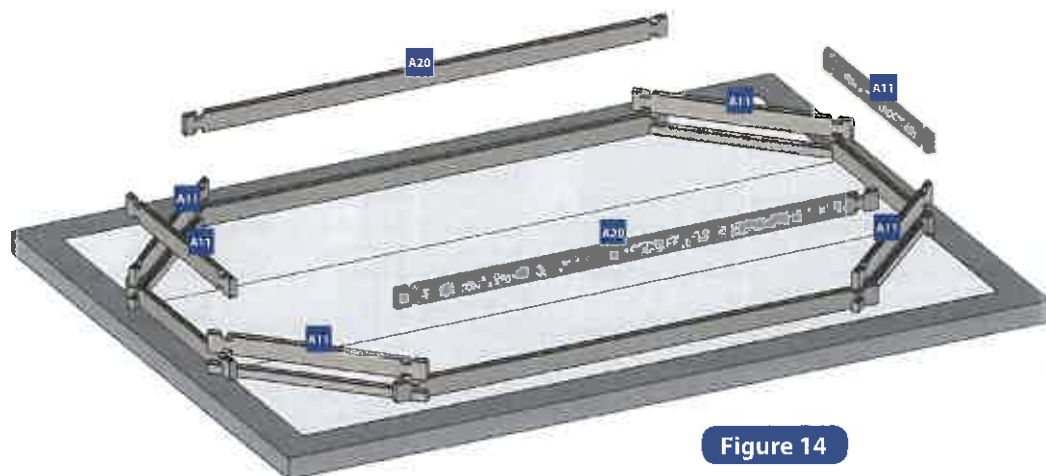

Figure 14
- Positionnez les madriers de la deuxième rangée conformément à la figure 14.